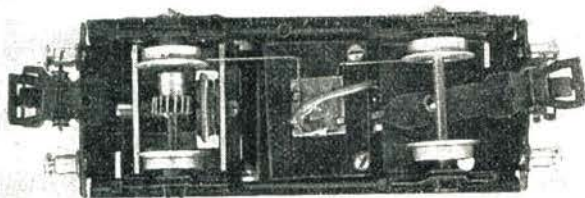

Bild 4 Die Grundplatte des Piko-Wagens von unten gesehen. Die Getriebebrücke und die Stromabnehmer sind deutlich zu erkennen (Foto: G. Illner, Leipzig)
bracht. Die Getriebebrücke (lfd. Nr. 4) wird zweckmäßig aus 1 mm dickem Messingblech angefertigt, um der Welle mit der 12 mm-Schnurscheibe und der Schnecke eine ausreichende Lagerung zu geben. In die fertige Getriebebrücke wird die Welle mit Schnurscheibe und Schnecke eingesetzt, wobei gegebenenfalls mit einer Unterlegscheibe auszugleichen ist. Das entfernte Achslager wird entsprechend der Grundplatte des Wagens gebohrt, ausgesägt und unter dem gerichteten Wagenboden mit der Getriebebrücke zusammengeschraubt. Bei dem Einbau der mit dem Schneckenrad versehenen Achse in das Lager ist darauf zu achten, daß das Schneckenrad unter Verwendung von Unterlegscheiben konstant in der Flucht der Längsachse des Fahrzeuges gehalten wird. Nun wird die 30 mm lange Drahtspirale durch die Öffnungen um die Schnurscheiben geführt und an den Enden verbunden. Während das Getriebe durch Direktanschluß des Motors an eine Stromquelle einlaufen kann, wird aus dem Boden des Wagenkastens (lfd. Nr. 2) die Öffnung nach der Zeichnung (Seite 283 Teil 2) ausgesägt. Auch das Wagendach (lfd. Nr. 3) ist mit den in der Zeichnung angegebenen Einsparungen zu versehen. Nach erfolgreichem Probelauf des Getriebes werden die Stromabnehmer eingebaut. Da gerade bei diesem Fahrzeug die Schleifer möglichst unauffällig angebracht werden müssen, um den Beschauer nicht sofort auf den Hilfsantrieb aufmerksam zu machen, wird zweckmäßig ein Schleiferhalter mit Schleiferfeder verwendet, der industriell in die Piko-Lok Baureihe 80 eingebaut wird (Bild 4). Der Schleiferhalter ist durch eine Piko-Vertragswerkstatt zu beziehen.
▲ Bild 4 Maßskizze von der Güterzugtenderlokomotive der Baureihe 84 (Ausführung Schwartzkopff-Eckhardt)
*Bild 4 Rechts sind Bäume, links sind Bäume, aber dazwischen ist eine ganze Menge zu sehen, zum Beispiel eine Hochspannungsleitung, zwei Brücken und Figuren, durch die die Landschaft belebt wird*
Auf ansteigender Strecke geht es ins Gebirge, über eine Brücke hinweg. Unter uns sehen wir die Tunnelausfahrten der zu einem Güterbahnhof führenden Gleise, auf denen lebhafter Rangierverkehr herrscht. Sonnenschein (der Fotograf sprach von 500 Watt) liegt auf dem der Brücke gegenüber sich erstreckenden Abhang, von wo aus uns einige sonnenbadende Feriengäste zuwinken. Wenn man genau hinsieht, kann man sie über dem Trägerknoten der Brücke auf Bild 4 erkennen. Die haben sich wirklich einen hübschen Platz dort am Waldrand ausgesucht. Das hat wohl auch die Störche veranlaßt, ihr Nest auf dem Schornstein des Hauses zu bauen, ohne sich durch die über die Brücke donnernden Züge stören zu lassen. Warum auch sollte das einen Storch im Maßstab 1:125 aufregen?